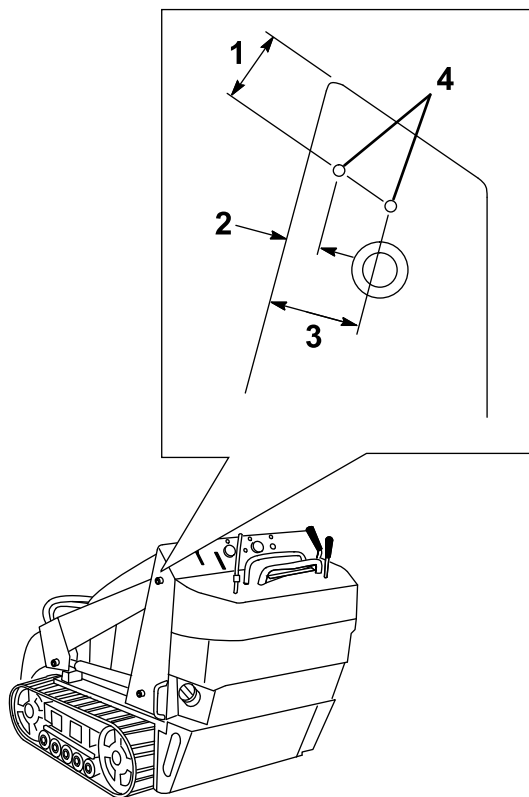

Figura 4
1. Misurate a partire dai bordi del telaio come illustrato in Figura 4 e contrassegnate la posizione dei fori per il montaggio della staffa dello schermo di protezione.